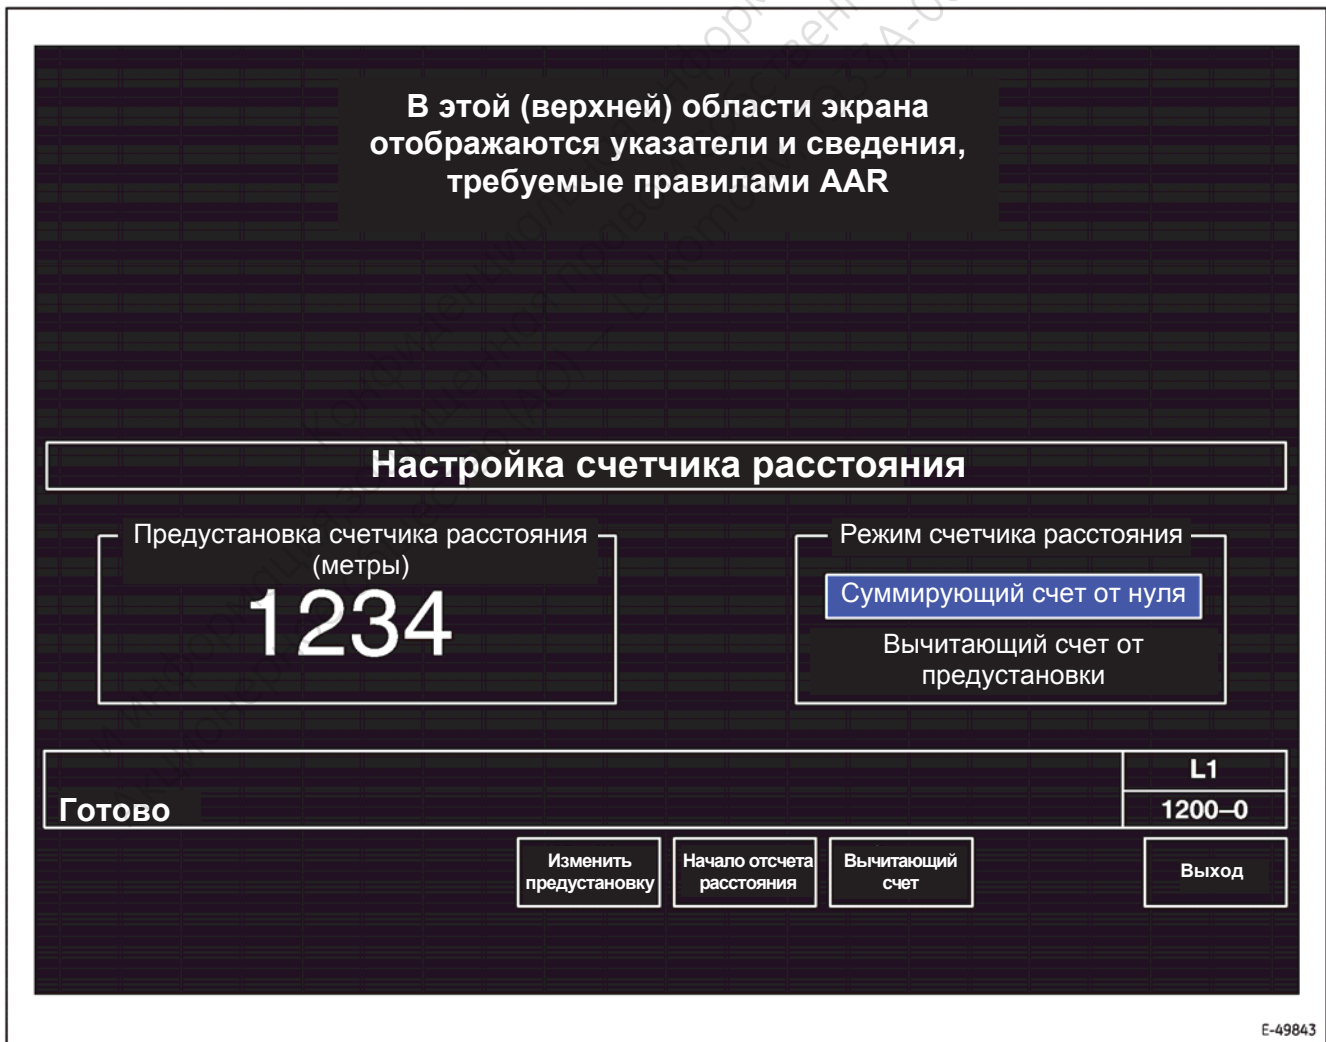
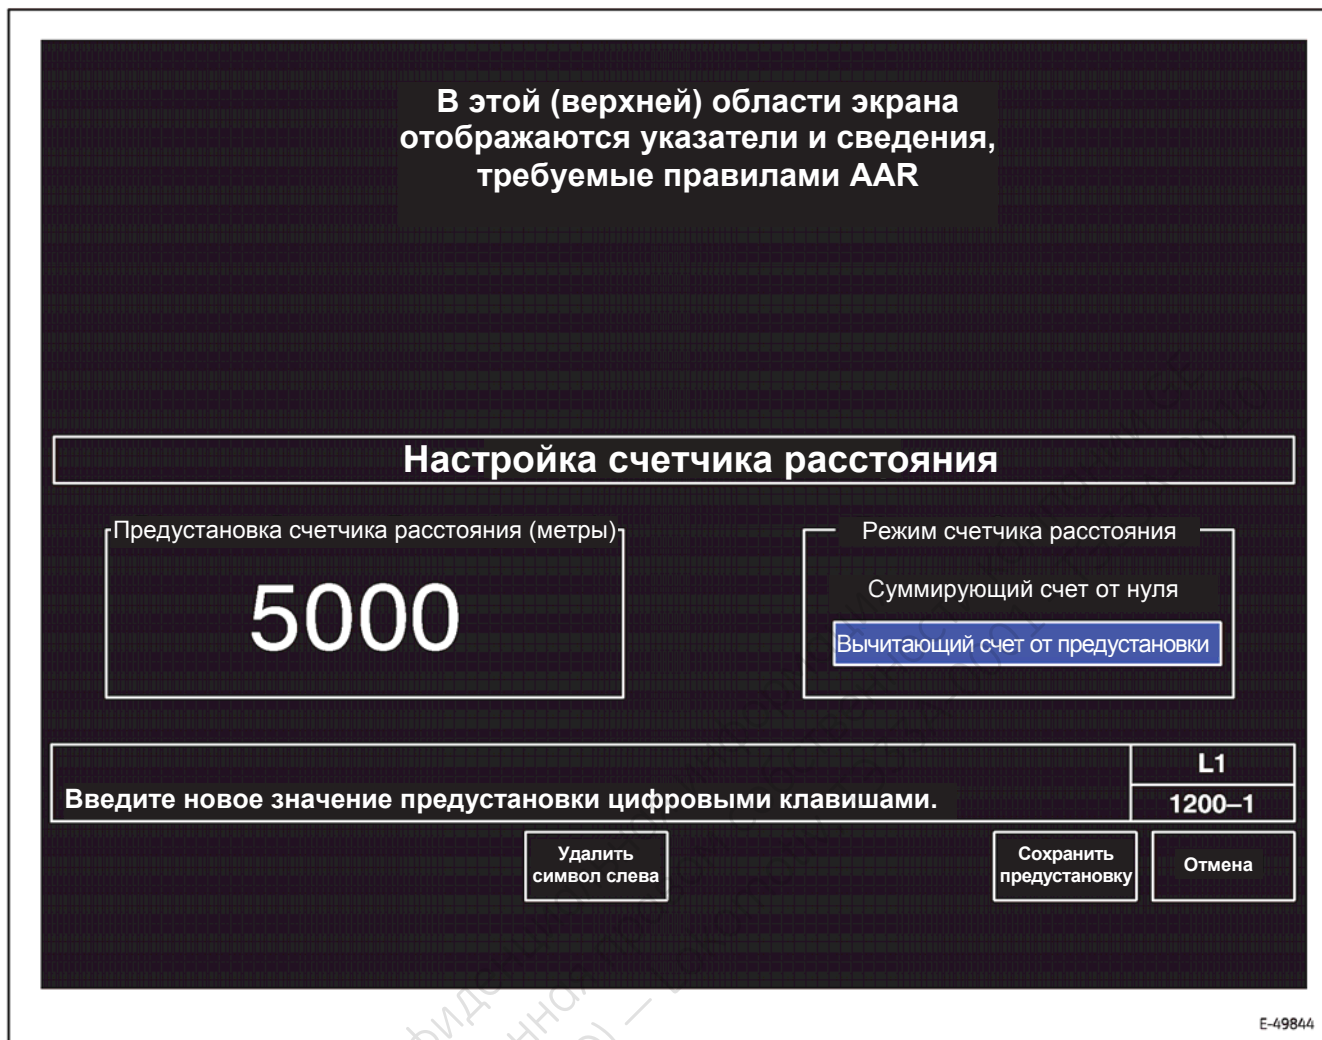

Рис. 61. Окно настройки счетчика расстояния (1200–0).
Рис. 62. Окно изменения настройки счетчика расстояния (1200-1).
В зависимости от выбранного первичного языка, в окне настройки счетчика расстояния (1200–0, Рис. 61) отображается пройденное расстояние в футах или в метрах. Информация в данном окне может быть настроена, перенастроена, или предустановлена для сбора данных об отдельном рейсе. Счетчик ведет суммирующий счет, если локомотив движется первой кабиной вперед, и назад - если второй кабиной вперед (если не изменить настройку с помощью SDIS). Функция счетчика расстояния работает независимо от окон SDIS. При использовании этого окна и связанных с ним функций соблюдайте правила технической эксплуатации железных дорог.
Нажмите клавишу 2 (Distance Setup («Счетчик расстояния»)) при открытом главном окне LOD или AUX (0000–0, Рис. 44 или Рис. 46), чтобы перейти к окну счетчика расстояния (1200–0, Рис. 61). Ниже указаны активные клавиши и приведено краткое описание работы:
1. Клавиша F4 (Modify Preset («Изменить предустановку»)) — нажатие открывает окно изменения настройки счетчика расстояния (1200-1, Рис. 62). Для этого окна активны следующие клавиши:
- б. Клавиша F7 (Save Preset («Сохранить предустановку»)) — служит для записи и уведомления системы управления о новом значении предустановки расстояния. Возврат от этого окна к окну настройки счетчика расстояния (1200-0, Рис. 61) происходит автоматически.
- в. Клавиша F8 (Cancel («Отмена»)) — служит для выхода из окна изменения настройки счетчика расстояния (1200-1, Рис. 62) и возврата SDIS к окну настройки счетчика расстояния (1200-0, Рис. 61) без сохранения изменений предустановки счетчика расстояния.
3. Клавиша F6 (**Count Down («Вычитающий счет»**) или **Count Up («Суммирующий счет»**)) при активном окне настройки счетчика расстояния (1200–0, Рис. 61) служит для переключения режимов счетчика между «Count Down From Preset» (Вычитающий счет от предустановки) и «Count Up From Zero» (Суммирующий счет от нуля).